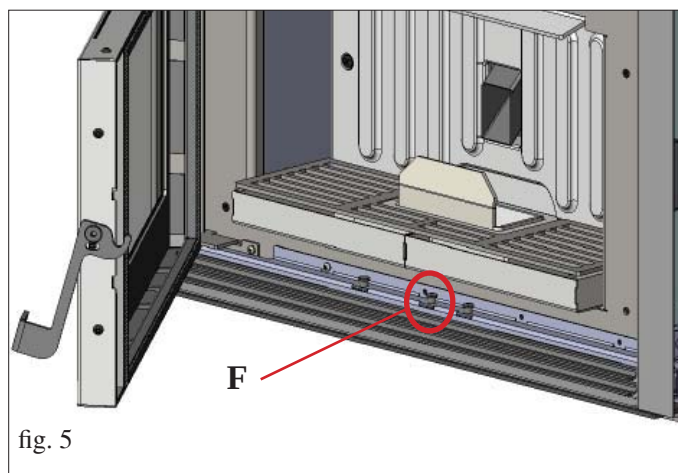

fig. 5
- Fixer la plaque de base (A - fig. 2) sur la base en introduisant des boulons à travers les trous pratiqués sur le pourtour de la plaque (X - fig. 5).
Sinon, pour la fixation de la plaque ci-dessus, on peut introduire des vis à tête fraisée (la tête de la vis ne doit pas dépasser de la plaque de base de plus de 2 mm) à travers les trous existants, présents sur la plaque de base (Y - fig. 5).
Le client peut pratiquer d'autres trous, en faisant attention à ne pas les réaliser au niveau des logements (Z - fig. 5).
- Ouvrir la porte et soulever le dispositif de blocage du coulissement (F - fig. 5).